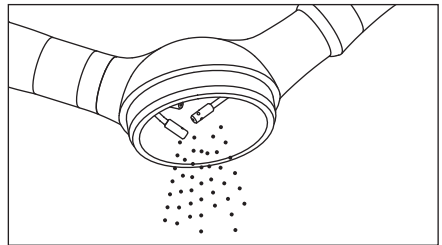

Fig. 11
- 1) Ouvrez le couvercle du compartiment à poudre et retirez la poudre de nettoyage résiduelle. (Fig. 11)